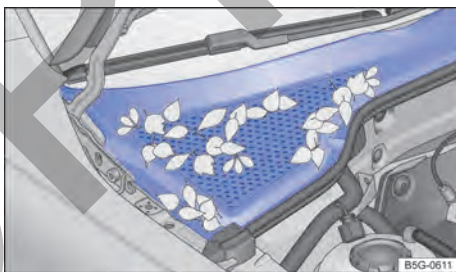

Fig. 211 Entre el compartimento del motor y el parabrisas: caja de agua (representación esquemática).
- La caja de aguas está ubicada en el compartimento del motor, entre el parabrisas y el motor, y bajo una cubierta perforada → fig. 211. El aire ambiente es aspirado de la caja de aguas al interior del vehículo por medio del sistema de calefacción y ventilación o del aire acondicionado.